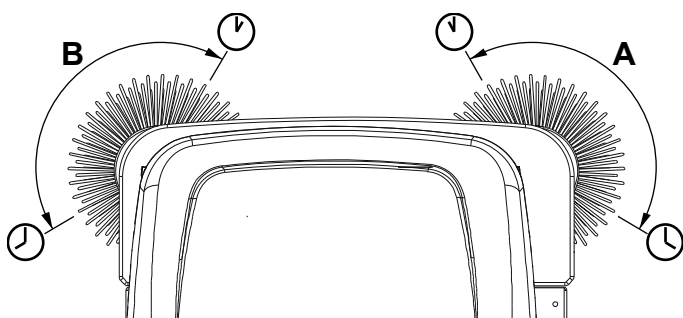

Figure 4
3. Tourner la clé de contact (57) et démarrer la machine.
4. Baisser le balai latéral au moyen du levier (52) et le laisser tourner pour 1 minute.
5. Lorsque les balais latéraux (9) (15, de série dans SR 1601 MAXI) sont baissés, leur extension et orientation doit se présenter comme indiqué dans la figure (A et B, Fig. 4).